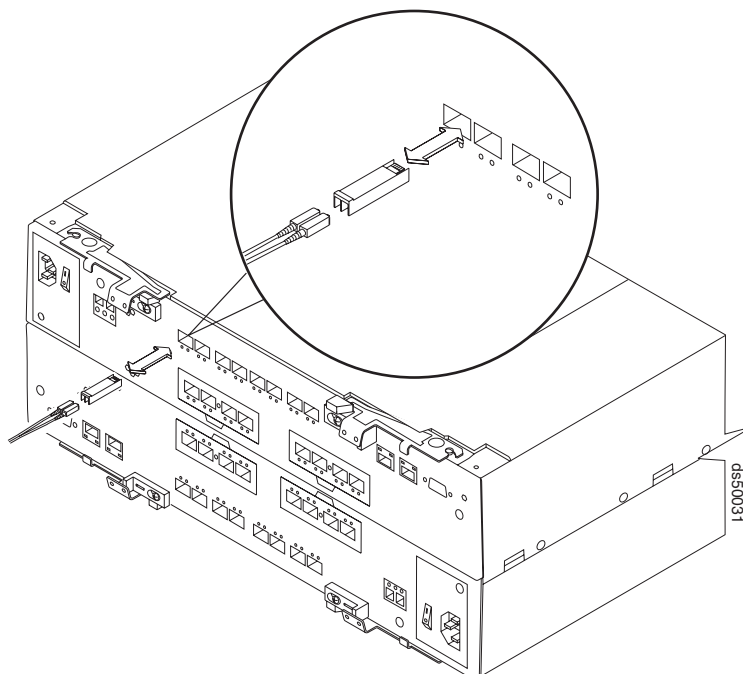

Figura 24. Conectando Cabos de Fibra Ótica ao SFP
2. Conecte o cabo de fibra ótica ao SFP instalado, conforme mostrado na Figura 24 na página 56.